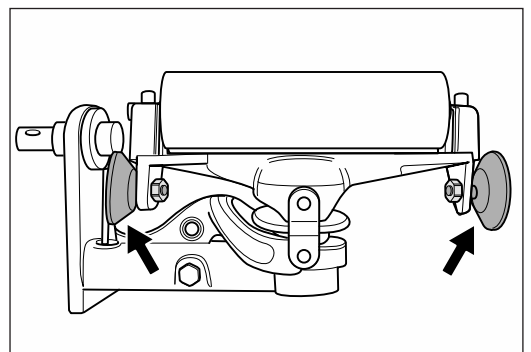

Abb. 43 Die Leitrollen müssen leicht drehbar sein! Feststehende Leitrollen müssen ersetzt werden! Abbildung ähnlich.
- Die beiden Leitrollen am Aggregatoberteil müssen leicht drehbar sein (Abb. 43)!